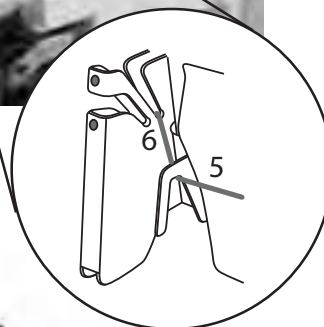

Afb. 26
3. Houd de draad met de vingers vast, voer deze tussen de schijven van de draadspanning-keuzeschakelaar 15 door en trek hem dan omlaag (3) (afb. 26).